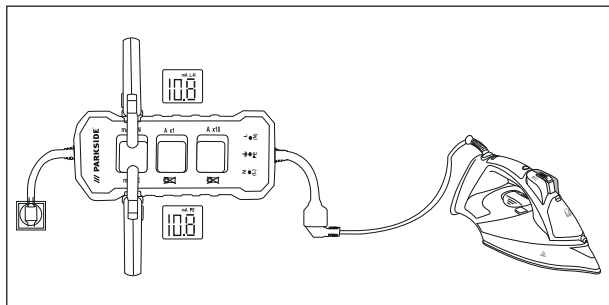

Abb. 2
- 4) Lesen Sie den direkten Wert des Ableitstroms (PE-Leiter) im Ring **mA PE 7** oder den indirekten Wert/Differenzwert des Ableitstroms (L-N-Leiter) im Ring **mA L-N 1** ab (siehe Abb. 2).